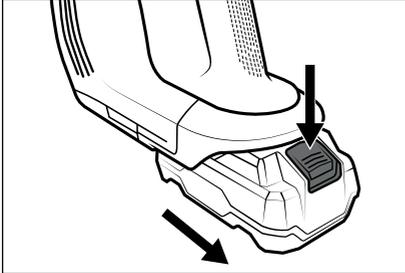

Fig. 13
- ◆ Para desmontar la batería **2** del aparato, mantenga pulsado el botón de desencaste de la batería **1** y tire de la batería **2** para extraerla del aparato (consulte la fig. 13).